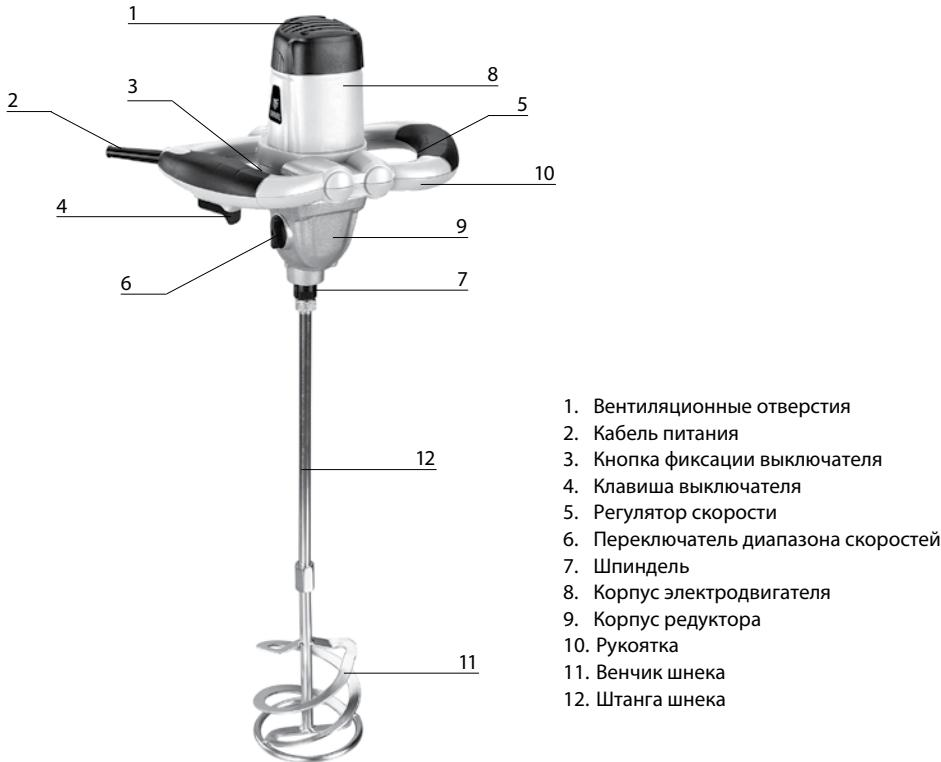

Рис. 1
Миксер ручной строительный электрический представляет собой машину вращательного действия, состоящую из электропривода и редуктора, на выходном валу которого предусмотрена возможность закрепления оснастки. Электроприводом служит коллекторный двигатель переменного тока, размещенный в пластмассовом корпусе. Управление двигателем осуществляется с помощью выключателя 4 (рис. 1) и регулятора скорости 5 (рис. 1). Машина оборудована двумя рукоятками, позволяющими комфортно удерживать инструмент, обеспечивая удобство при работе.
Для моделей EM-1-1220, EM-1-1600 соедините венчик шнека 11 (рис. 1) со штангой 12 (рис. 1). Собранную насадку-смеситель установите на шпиндель изделия. Удерживая шпиндель привода 7 (рис. 1) гаечным ключом, крепко закрутите вторым гаечным ключом штангу шнека 12 (рис. 1) и венчик шнека 11 (рис. 1).
В зависимости от вида смешиваемого материала можно выбрать оптимальную частоту вращения шпинделя машины. Регулировка осуществляется от минимального до максимального значения, указанных в табл. 1, путем вращения регулятора скорости 5 (рис. 1). Изменять частоту вращения можно при работающем двигателе, в том числе под нагрузкой.
Менять установку переключателя диапазона скоростей 6 (рис. 1) можно лишь после полной остановки шпинделя.
Переключатель диапазона скоростей 6 (рис. 1) имеет 2 режима:
- Низкая скорость: переключатель 6 (рис. 1) должен находиться на отметке I.
- Высокая скорость: переключатель 6 (рис. 1) должен находиться на отметке II.
Переключатель диапазона скоростей расположен на боковой поверхности корпуса редуктора 9 (рис.1) и приводится в действие путем его поворота. При изменении скорости не следует чрезмерно прикладывать
Для включения машины необходимо нажать клавишу выключателя 4 (рис. 1). При необходимости клавиша выключателя питания 4 (рис. 1) может быть зафиксирована в положении «Включено», для этого при нажатой клавише 4 (рис. 1) нажмите кнопку фиксации выключателя 3 (рис. 1), и клавиша будет зафиксирована. Для отключения машины повторно нажмите клавишу 4 (рис. 1).
Рекомендация: опробуйте работу механизма фиксации клавиши выключателя 4 (рис. 1) до подключения машины к сети питания.